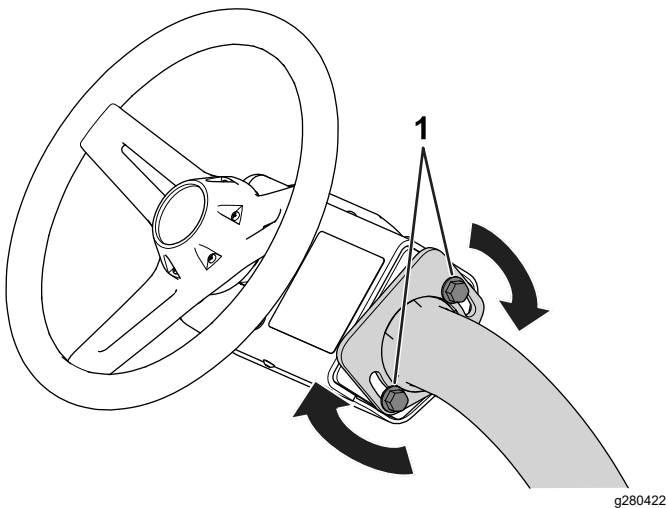

Bild 26
1. Lösen Sie die Schrauben (Bild 26), mit welchen die Lenkradbaugruppe am Lenkarm befestigt ist.
3. Ziehen Sie die Schrauben (Bild 26) an, um das Lenkrad in der eingestellten Position zu fixieren.